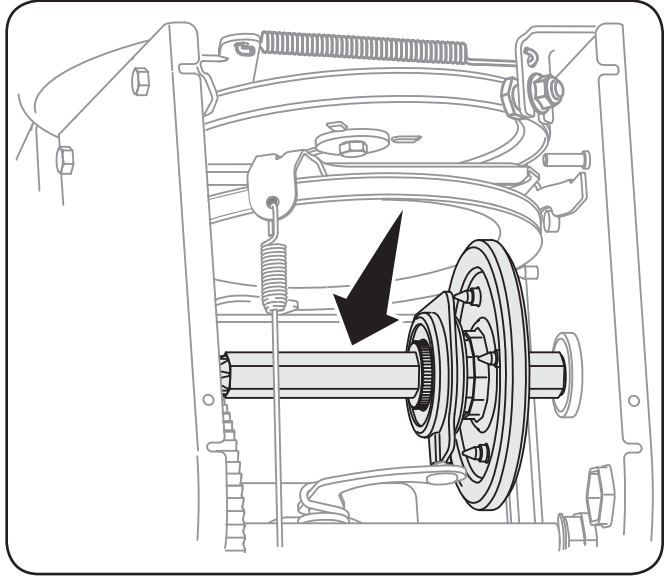

Figure 6-4
4. Appliquez une légère couche de pâte anti-grippant sur l'arbre hex. Voir la Fig. 6-4.